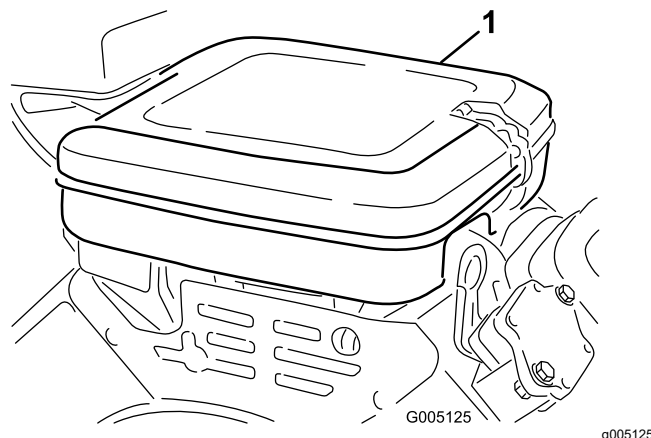

Figura 30
1. Limpie la tapa del limpiador de aire (Figura 30).